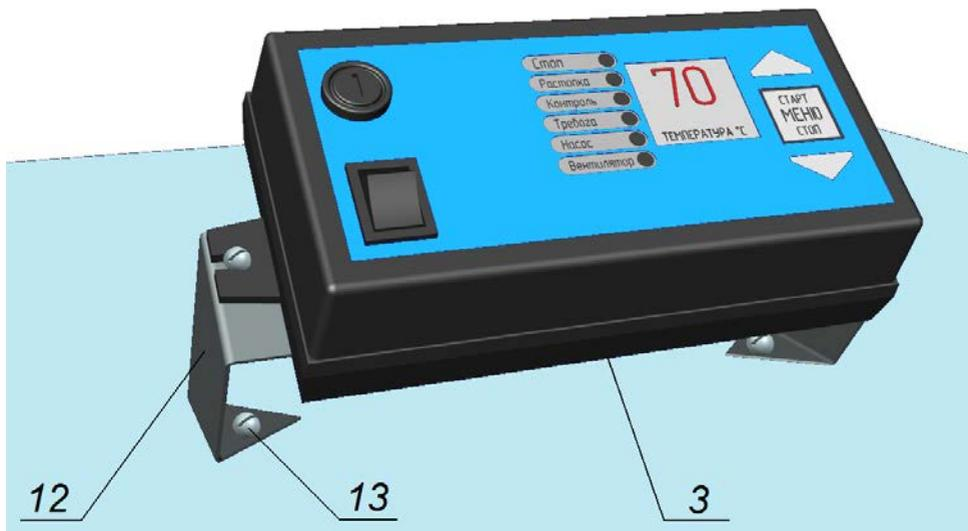

Рис.4. Установка контроллера на корпус котла:
- 2.7.** Закрепить контроллер на верхней крышке теплоизолирующего кожуха при помощи крепежной рамки (поз.12) и винтов (поз.13) из комплекта контроллера (рис.4, рис.1).